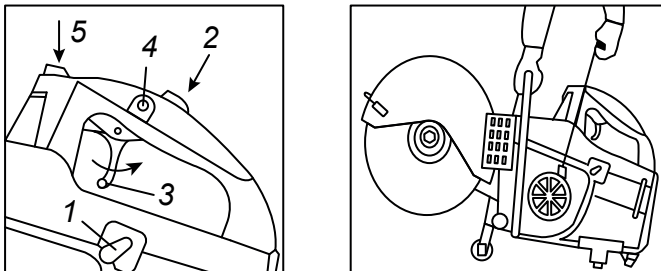

Рис. 3
6. ЗАПУСК (см. рис. 3)
4) Для остановки двигателя после полной остановки диска, нажмите и удерживайте кнопку (5).
7. РАБОТА (см. рис. 3)
холостых оборотов, и диск не перестанет вращаться. Затем, выключите машину, нажав на кнопку 5 (рис. 3).